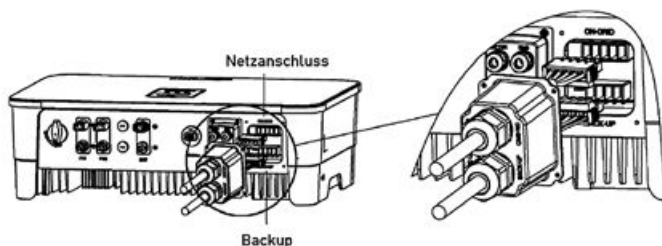

Abbildung 3.30
5. Stecken Sie den montierten AC-Stecker in den entsprechenden AC-Anschluss des Wechselrichters, wie in Abbildung 3.30 gezeigt: